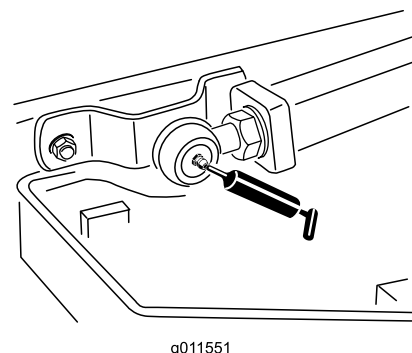

Figura 47
- 2 rótulas de los brazos de elevación (Figura 47)